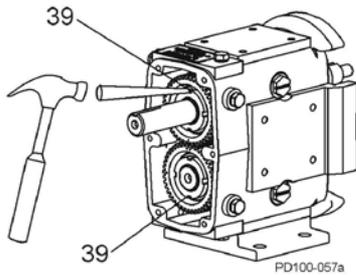

Abb. 62 Verschluss der Sicherungsringe biegen
7. Biegen Sie die Verschlüsse der Sicherungsringe in die Sicherungsnuten der Zahnradmuttern, so dass deren Position gesichert wird (Abb. 62).